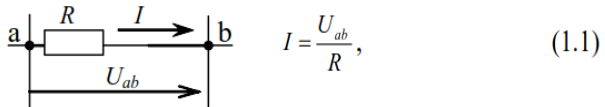

Рисунок 1.4 – Вітка електричного кола
- для одного елемента чи пасивної вітки ab (рисунок 1.4)